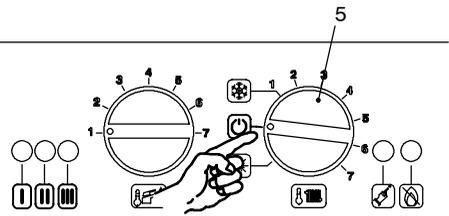

fig. 5.26
- 9 Posizionare il selettore 5 come indicato in fig. 5.26 per uscire dalla programmazione.